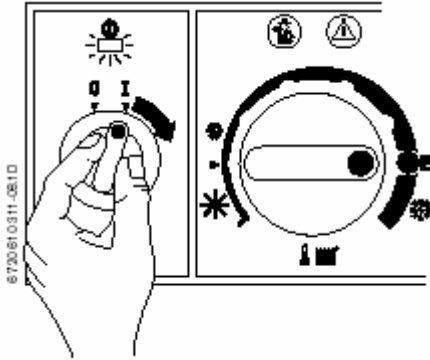

Fig 4.
- Hauptschalter in Stellung „I“ drehen (siehe Fig. 4)